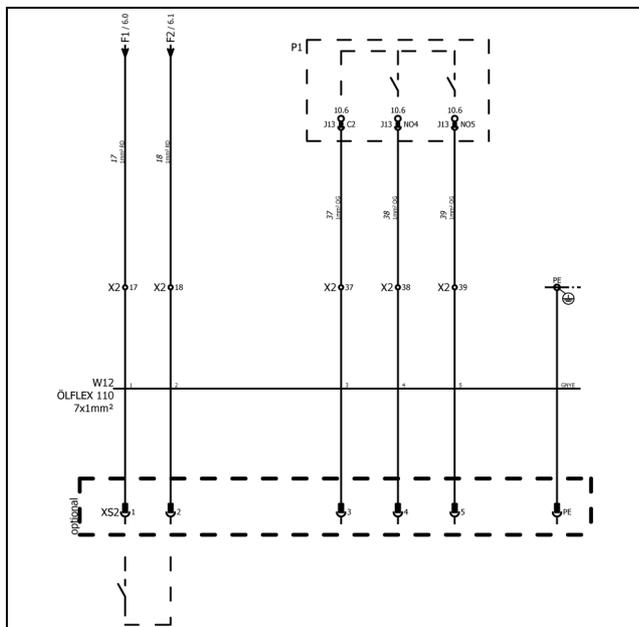

Imagen 30: Indicación del sistema
■ Conecte los hilos indicados del cable de conexión según el esquema de conexiones al mando (imagen 30).